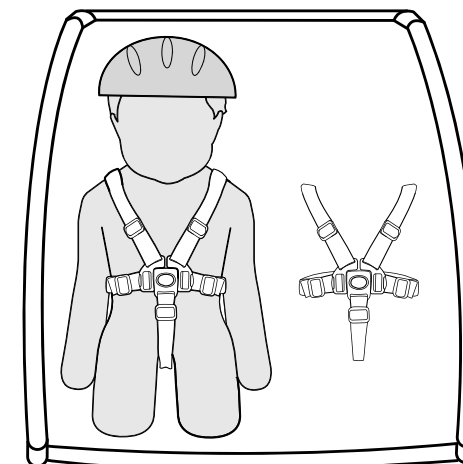

Figure 26
3. Pour le transport d'un seul enfant dans une remorque double, placez ce dernier toujours sur la partie droite (Figure 26).